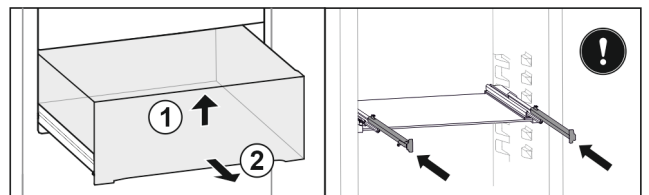

Fig. 85
- ▶ Schubfach vorne anheben. Fig. 85 (1)
- ▶ Schubfach nach vorne entnehmen. Fig. 85 (2)